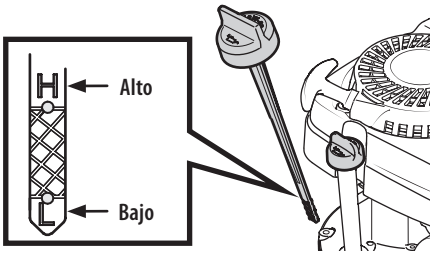

Figura 4
1. Retire el tapón de llenado de aceite y limpie la varilla de nivel de aceite (Figura 4).
3. Afloje y extraiga el tapón de llenado de aceite del cuello de llenado de aceite. Observe el nivel de aceite, si el nivel es bajo, agregue aceite lentamente hasta que el nivel se encuentre entre alto (H) y bajo (L) (Figura 4).